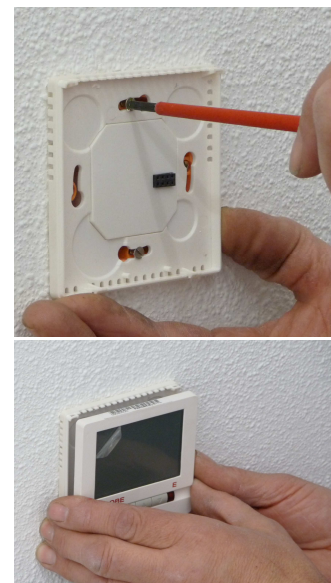

Bild 3 / 4
3. Gerät in die Unterputz - Dose einschieben, ohne dabei die Anschlussleitungen an der Rückfront des Gerätes zu beschädigen. Dann mit der mitgelieferten Schraube auf der Unterputzdose festschrauben (siehe Bild 3).
4. Oberes Gehäuse wieder auf das untere Gehäuse seitlich einhängen und wieder fest drücken, bis das Gehäuse einrastet (s. Bild 3/4).